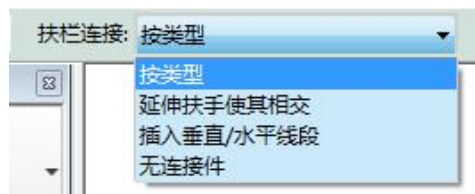

图 8-27 扶栏连接类型
6) 在“选项栏”上，为“扶手连接”选择一个连接方法。有“延伸扶手使其相交”、“插入垂直\水平线段”、“无连接件”等选项（图 8-27）。